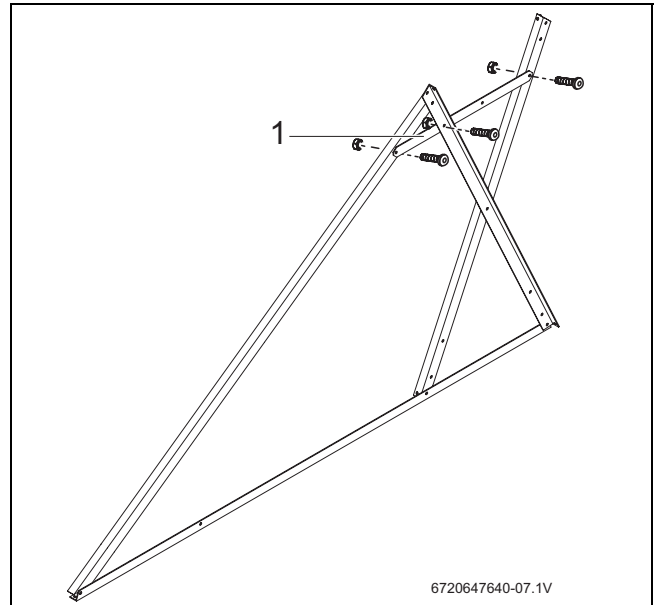

Fig. 20 Montar la barra transversal
- ▶ Atornillar la travesía (→ Fig. 20, [1]) a los dos perfiles de soporte del acumulador y al perfil de soporte del captador.